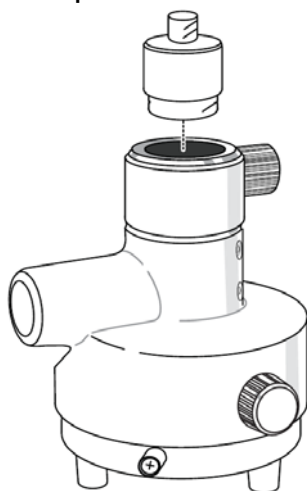

Рисунок 1-14. Адаптер точной установки трегера и втулка
**Адаптер точной установки трегера** (см. рис. 1-14) предназначен для точного центрирования, нивелирования и установки штатива над точкой. Втулка (р/н 60419) вставляется в адаптер точной установки трегера и позволяет надежно закрепить приемник.